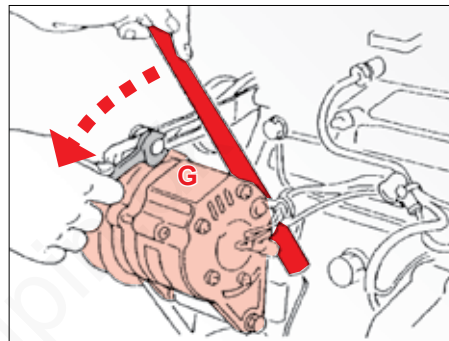

Fig. 109
2. Tryk generatoren så langt med et egnet hjælpemiddel, at den rigtige kileremsspænding er nået (Fig. 109).